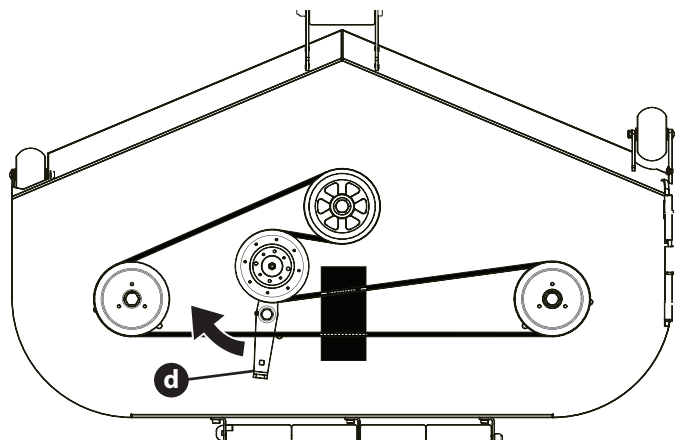

Figura 40
- Con una transmisión de 1/2" (12.7 mm) inserte el extremo en un orificio cuadrado de 1/2" (12.7 mm) en el montaje de polea loca de la plataforma (d) y rote el montaje de polea loca de la plataforma hacia la derecha (Figura 40).
- Coloque la correa nueva tal como se muestra en la Figura 40. A continuación, vuelva a instalar la plataforma y la correa de la TDF tal como se indica en la página 62.